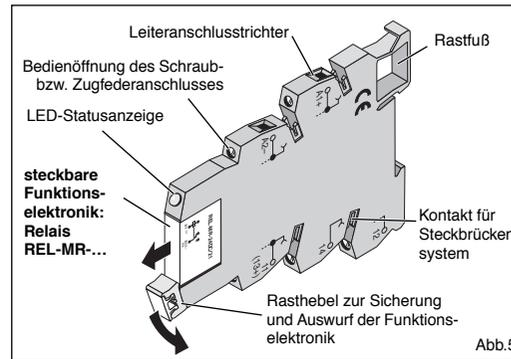

Abb.5
3.1. Relais mit Wechslerkontakt (Abb.5/6)